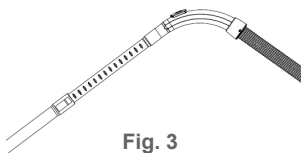

Fig. 3
Collegare il tubo di aspirazione rigido (14) all'estremità curva del tubo di aspirazione flessibile (16) (Fig. 3).